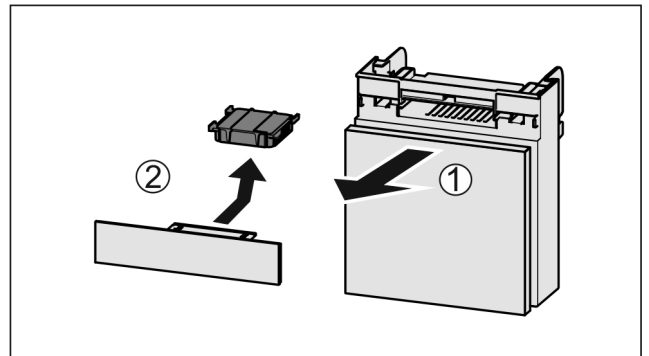

Fig. 62
- ▶ Extraire le compartiment par l'avant Fig. 62 (1).
- ▶ Sortir le filtre à charbon actif Fig. 62 (2).